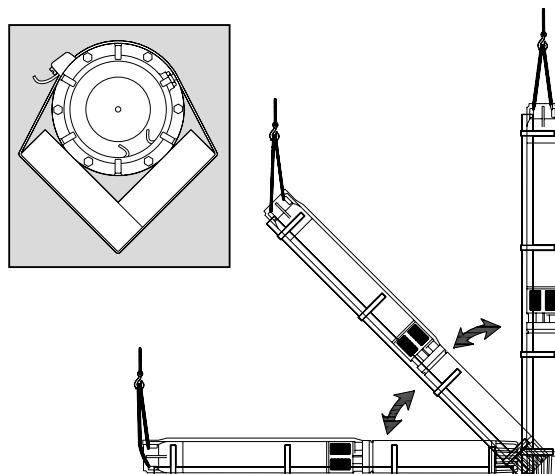

fig. 6
- En el caso de que la electrobomba supere la longitud de 180 cm es indispensable la utilización de un soporte auxiliar, tanto para el desplazamiento horizontal, como para proceder a la elevación a la posición vertical, a fin de evitar daños que puedan derivar de flexiones excesivas de la misma (fig. 6).